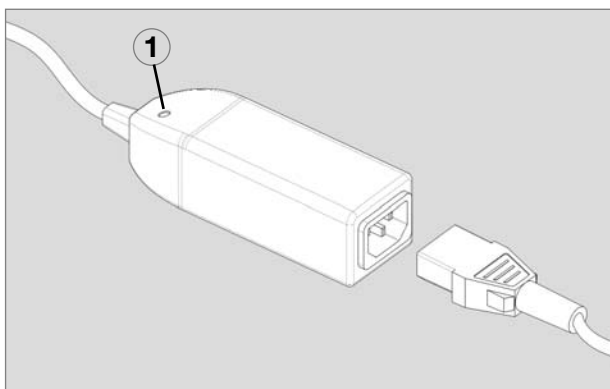

Fig. 1
La protezione contro le sovratensioni Dometic (unità OVP, fig. 1) viene collegata in serie all'alimentatore a commutazione. Disconnette l'alimentazione se la corrente in entrata supera i 270 V~. Gli apparecchi collegati vengono così protetti. Un diodo luminoso rosso (1) segnala che vi è stata una sovratensione.